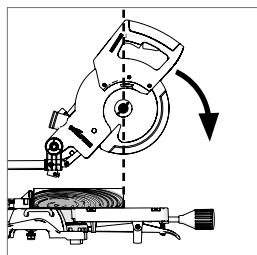

Fig. 27
- Saisissez la poignée de coupe et tirez la tête de coupe vers l'avant, jusqu'à ce que l'arbre (le centre de la lame de la scie) se trouve au-dessus du bord frontal de la pièce à exécuter. (**Fig. 27**).